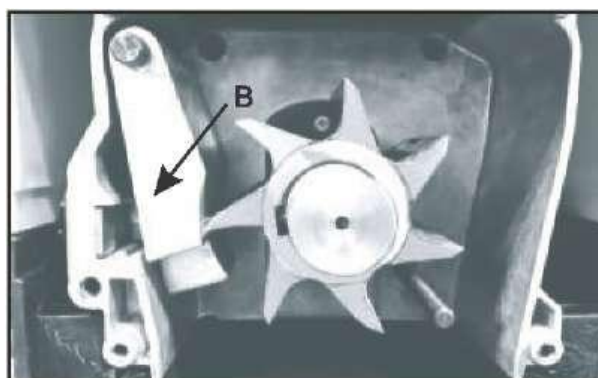

Abb. 6B)
2. Nehmen Sie die Gegenplatte (B) heraus und setzen Sie eine neue ein. (Abb. 6B)